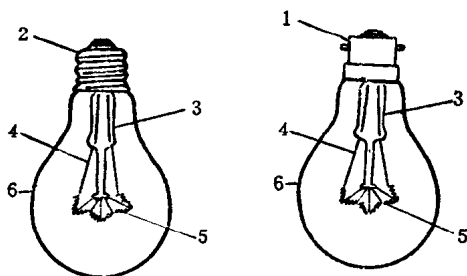

图 7-1 白炽灯泡的构造
(1) 白炽灯泡的构造: 由灯头、灯丝和玻璃壳等组成, 见图 7-1。灯丝用溶解温度高和不易蒸发的钨制成; 大功率灯泡的玻璃壳内抽成真空后, 充以惰性气体如氩、氪等, 以使钨丝蒸发得较为缓慢和提高发光效率; 小功率灯泡充气后因效果不显著, 故只抽成真空, 使灯丝保持高温发光。